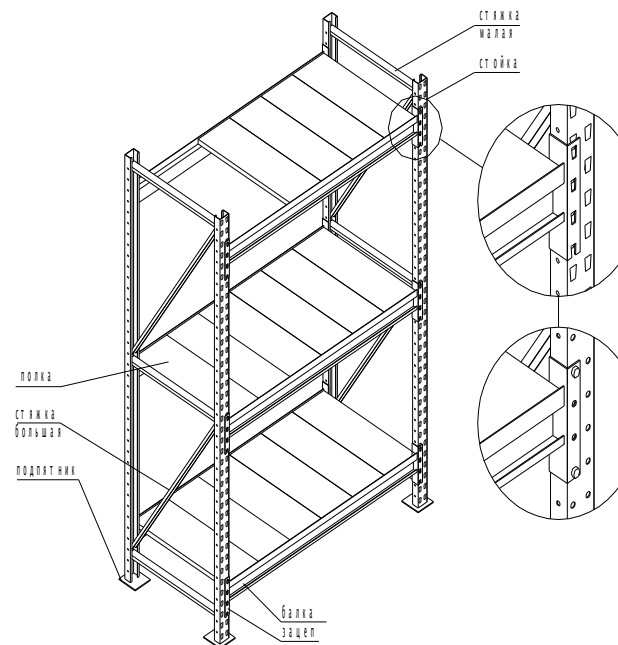

Рисунок 1. Грузовой стеллаж
- 4.1. Стеллаж представляет собой металлоконструкцию, собранную из отдельных конструктивных элементов (см. рис. 1).